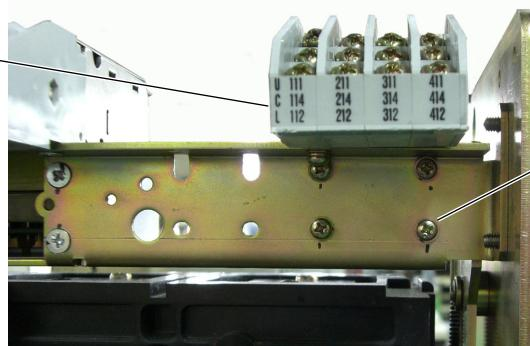

図64 補助スイッチ取り外し関連部
- 6) 図64に示す補助スイッチ取付ねじを緩めて外し、補助スイッチを取り外します。